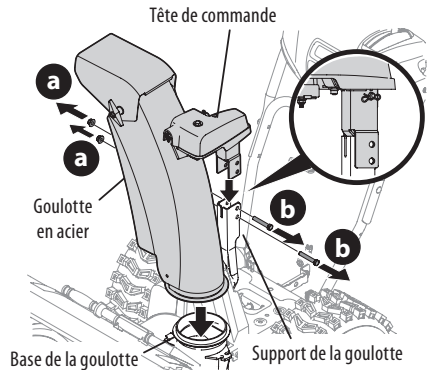

Figure 27
- Retirez les écrous autobloquants (a) et les boulons (b) du support de la goulotte (utilisez deux clés). Voir Figure 27.
- Placez la goulotte sur sa base et placez la tête de commande sur le support de la goulotte. Voir Figure 27.